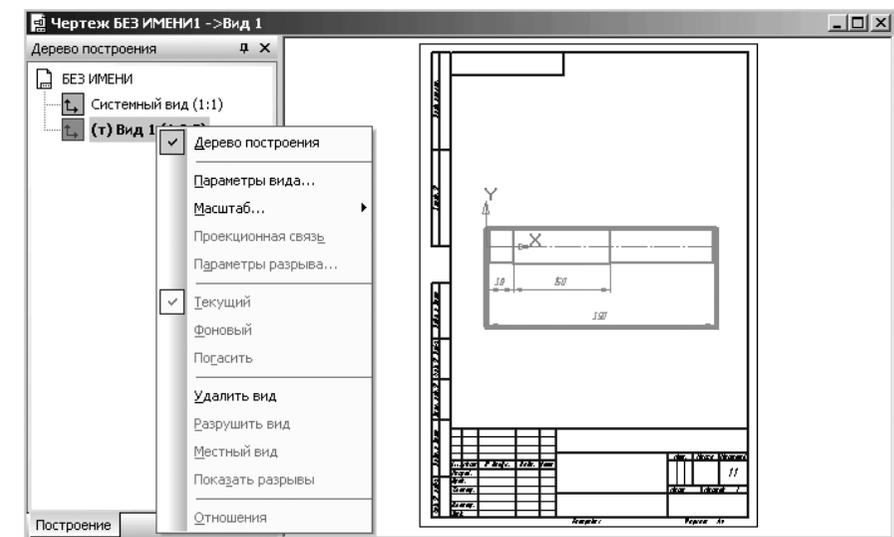

Рис. 4.126. Результаты вызова в **Дереве построения** контекстного меню пункта **(т) Вид 1 (1:2.5)**
- щелкните правой кнопкой мыши в **Дереве построения** по пункту **(т) Вид 1 (1:2.5)**. Этот пункт дерева и **Вид 1** на форматке выделяется зеленым цветом в зеленой рамке. Одновременно появится контекстное меню (рис. 4.126);